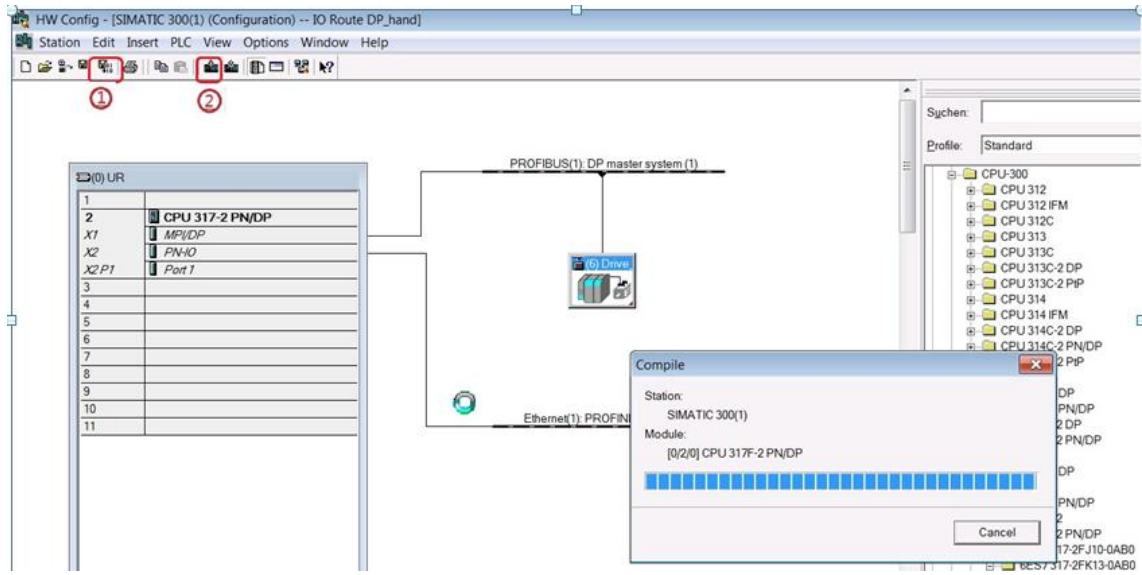

图 3-17 编译保存及下载
**注意：**修改报文配置后，要在 **STEP7** 的硬件配置窗口中，重新编译下载，否则通信不成功。详细操作请参考“图 3-17 编译保存及下载”。